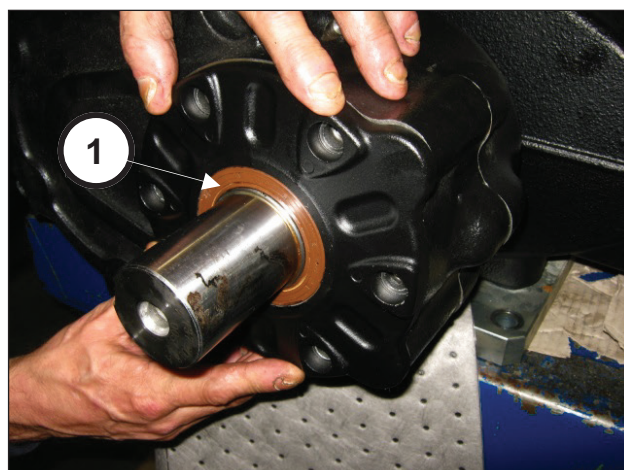

图 94
为避免损坏油封, 在将油封插入链轮中时, 请格外小心注意 (①, 图 94)。